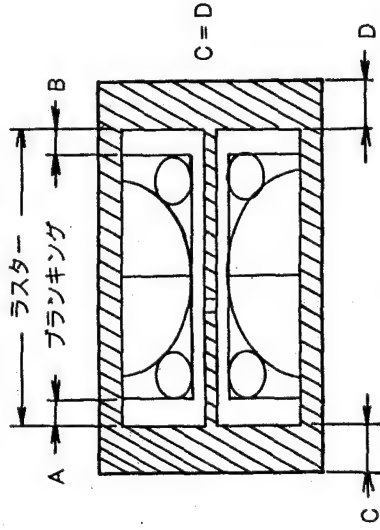

図 22-1
3. 図22-1のようにラスターがすべて見えるようにDA基板のRV1とRV7を調整する。
4. 図22-1のようにラスターの外側が左右等しくなるようにDA基板のRV26を調整する。